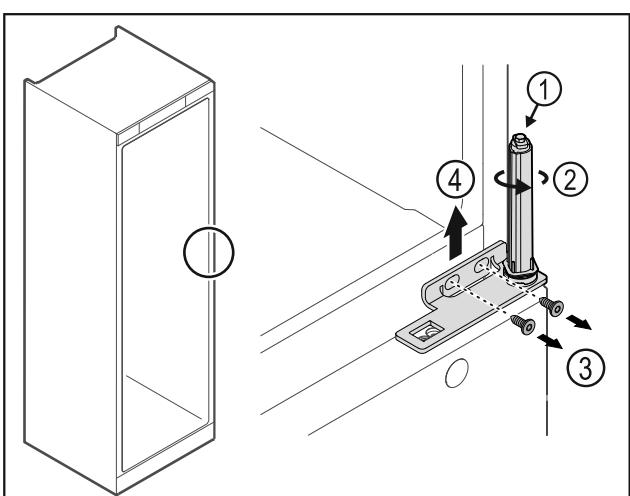

Fig. 33
► Nerozoberajte systém zatvárania dverí Fig. 33 (1).
- Otáčajte systém zatvárania Fig. 33 (2), kým nezazvakne.
- Uvoľnite skrutky Fig. 33 (3), odoberte uholník závesu nahor Fig. 33 (4).